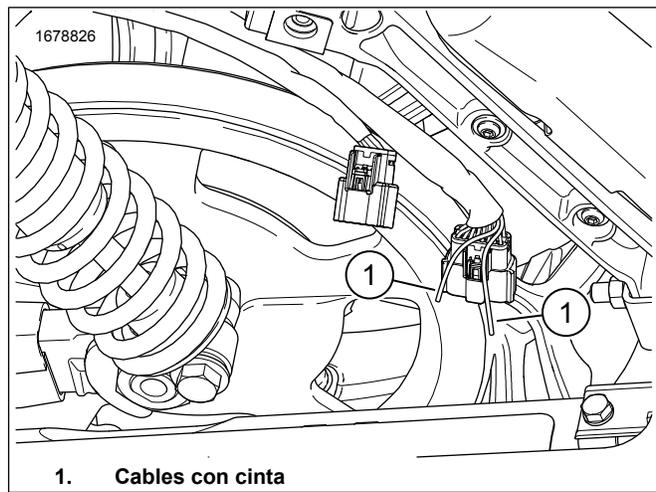

Figura 2. Cables de la alforja
2. Consulte la Figura 2. Localice el conector de 16 vías Equipo original (OE) [C288B_1].